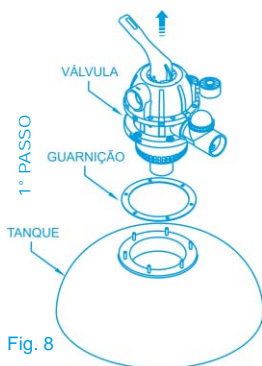

Fig. 8
- Retire a guarnição de borracha que se localiza entre a válvula seletora e o tanque, fig. 8.